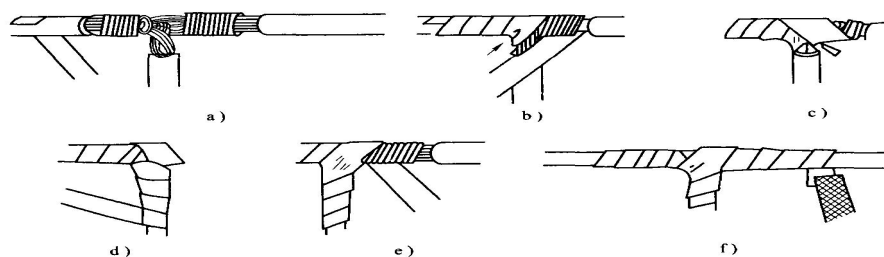

图 10—2 T 字形连接接头的绝缘恢复
压,使其与被压在下边的带面呈 X 状交叉,然后把带再回绕到左侧转角处,如图 10—2c 所示。
4、使黄蜡带从接头交叉处开始在支线上向下包缠,并使黄蜡带向右侧倾斜,如图 10—2d 所示。
5、在支线上绕至绝缘层上约两个带宽时,黄蜡带折回向上包缠,并使黄蜡带向左侧倾斜,绕至接头交叉处,使黄蜡带围绕过干线顶部,然后开始在干线右侧芯线上进行包缠。如图 10—2e 所示。
6、包缠至干线右端的完好绝缘层后,再接上黑胶带,按上述方法包缠一层即可,如图 10—2f 所示。